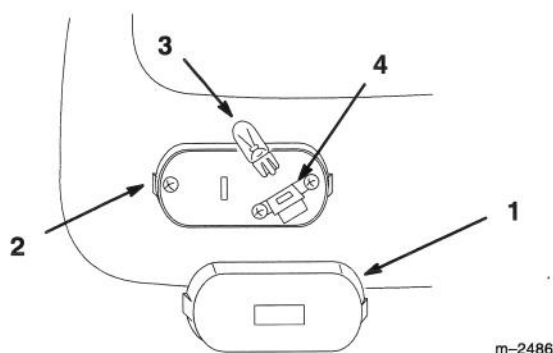

Figure 37
2. Insérer un tournevis dans la rainure et tourner pour détacher le diffuseur (Fig. 37).
1. Aligner la base de l'ampoule par rapport à la douille, et enfoncer l'ampoule en position (Fig. 37).
2. Poser le diffuseur sur son socle et appuyer pour l'encliqueter (Fig. 37).